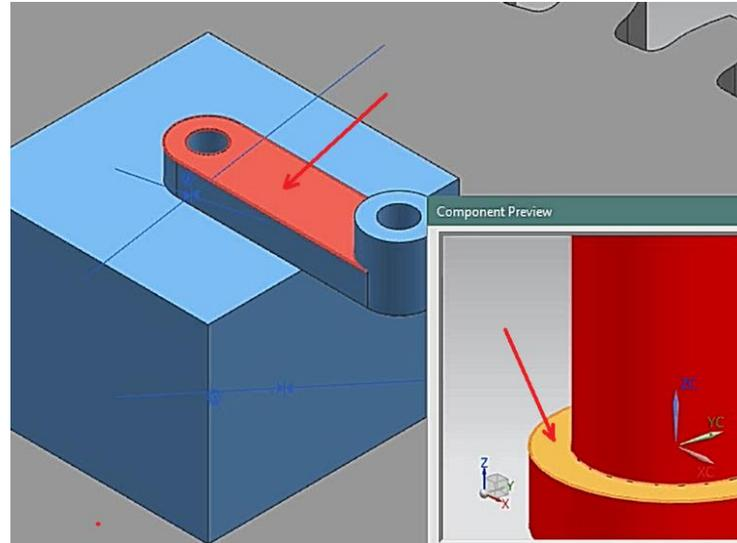

Figura 1.37 Cara superior de **biela2a.prt** y cara inferior de la cabeza de **perno2a.prt**.
- Elegir el tipo de restricción **Touch Align**. Seleccionando **Orientation** → **Touch**. Seleccionar la cara inferior de la cabeza del **perno2a.prt** y la cara superior de **biela2a.prt** (Figura 1.37).